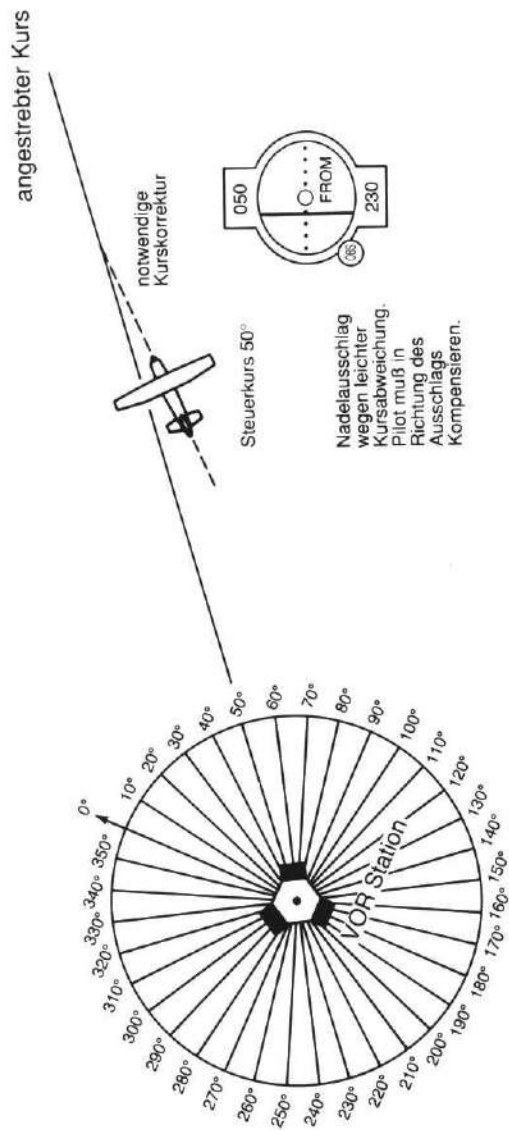

Abb. 16: Flug von VOR-Station weg
1. Wählen Sie eine VOR-Station auf der Karte und stellen Sie das NAV1-Gerät auf diese Frequenz ein (siehe Abb. 16).